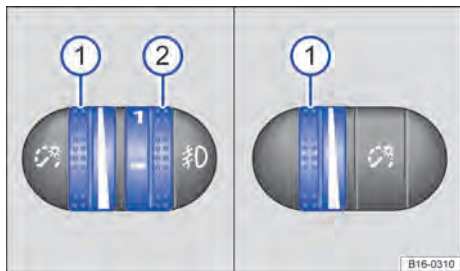

Fig. 96 Ao lado do volante: regulador da iluminação dos instrumentos e dos interruptores ①, assim como regulagem do alcance do farol ②.
① Iluminação dos instrumentos e dos interruptores
Com a luz ligada, a luminosidade dos instrumentos e dos interruptores pode ser regulada sem escalonamento girando o regulador \Rightarrow Fig. 96 ①.
② Regulagem de alcance do farol